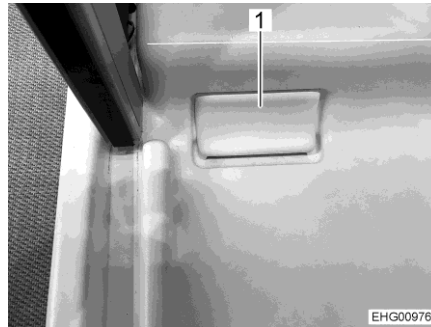

Bild 135 Lock i duschkar
- Ta försiktigt bort locket (Bild 135,1) i duschkarets ena hörn med ett spetsigt föremål.